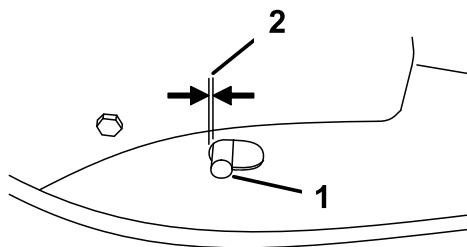

Рисунок 30
2. При опущенном рычаге тяги проверьте штифт в удлиненном пазу, находящемся с левой стороны машины над шиной (Рисунок 30).
**Примечание:** Между передней кромкой паза и передней кромкой штифта должен быть зазор величиной 6 мм (Рисунок 30).